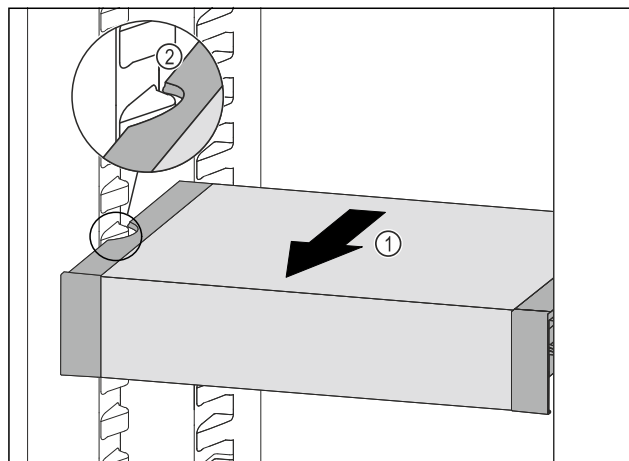

Fig. 72
- ▶ Dra VarioSafe framåt Fig. 72 (1) tills sidofördjupningarna på VarioSafe är i samma nivå som behållarlisterna i kyldelen. Fig. 72 (2)